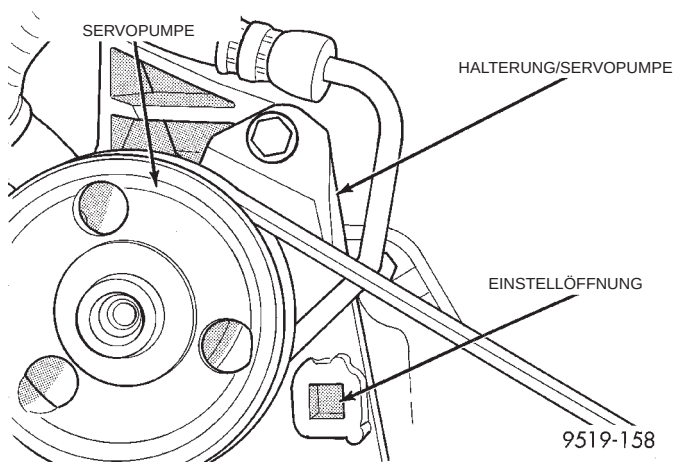

**Abb. 42 Einstellöffnung zum Spannen des Antriebsriemens**
(7) Beide O-Ringe mit frischem, sauberem Servoöl einstreichen.
(8) Hochdruckschlauch an der Servopumpe montieren. Die Hohlverschraubung locker aufschrauben.
(9) Antriebsriemen auf die Riemenscheibe der Servopumpe montieren.
(10) Einen 1/2-Zoll-Gelenkgriff in das quadratische Loch an der vorderen Halterung der Servopumpe einsetzen (Abb. 42). Mit diesem Griff die Servopumpe so weit drehen, bis die korrekte Riemenspannung eingestellt ist. Den korrekten Wert für die Riemenspannung finden Sie in Kapitel 7, "Kühlsystem". Wenn die richtige Riemenspannung eingestellt ist, die beiden Schrauben an der Aluminiumhalterung der Servopumpe mit einem Anzugsmoment von 54 N·m (40